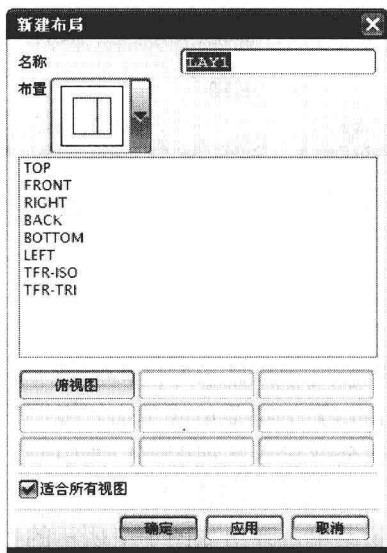

图 1-2 “新建布局”对话框
1. 新建视图布局。选择【视图】→【布局】→【新建】下拉菜单，弹出如图 1-2 所示的“新建布局”对话框，该对话框用于设置布局的形式和各视图的视角。